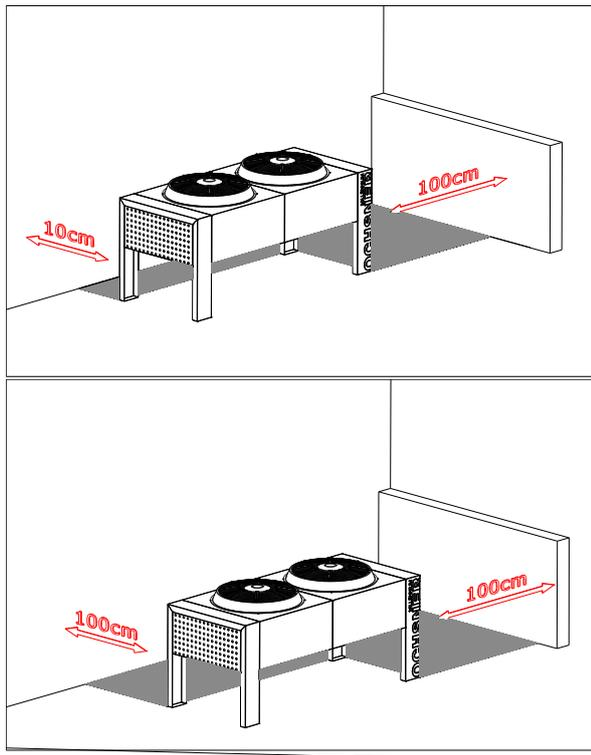

Abbildung 3: Mindestabstände zu Wände
- Längsseitiger Abstand zur Wand: 10cm oder mehr als 100cm (Abbildung 3)